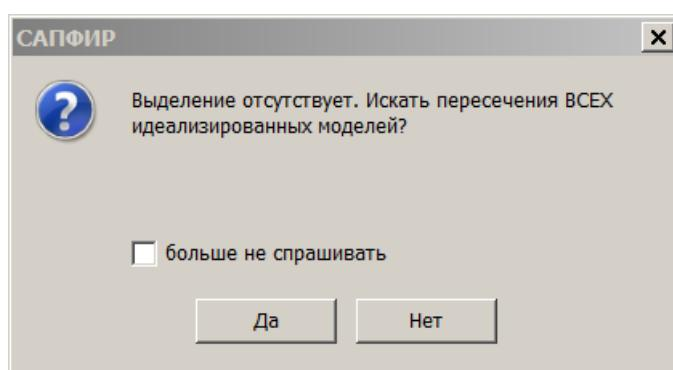

Рис.4.3. Диалоговое окно **САПФИР**
- В открывшемся диалоговом окне САПФИР (рис.4.3) щелкните по кнопке Да.